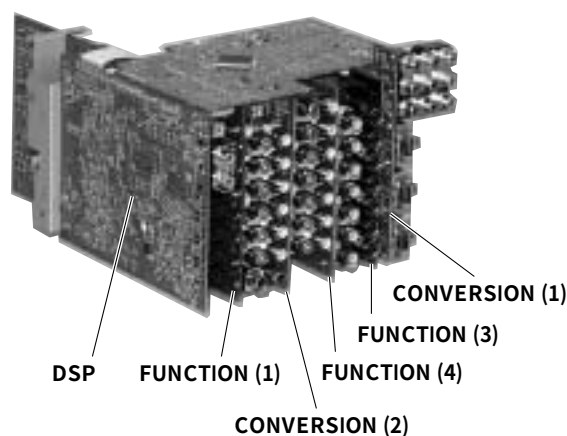

Fig. 11
- Remove the P.C.B. Unit. (Fig. 11)
- P.C.B.ユニットを取り外します。(Fig. 11)